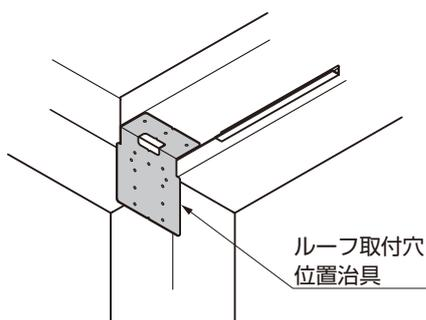

図11-54
- ルーフ取付穴位置治具の折り曲げ部を樋の入隅部に突き当てると正確に位置出しができます。(図11-54参照)
- ②アタッチメントパッキンを雨樋アタッチAに貼付けて樋に【6-1】で取付けてください。